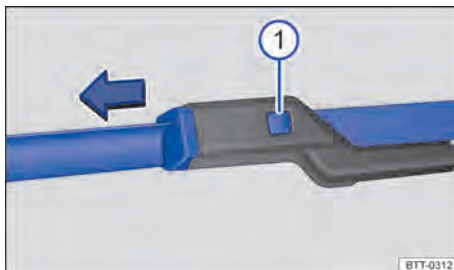

Fig. 212 Cambiar las escobillas limpiacristales del parabrisas.
- Mantenga presionada la tecla de desbloqueo y retire al mismo tiempo la escobilla en el sentido de la flecha → fig. 212 ①.